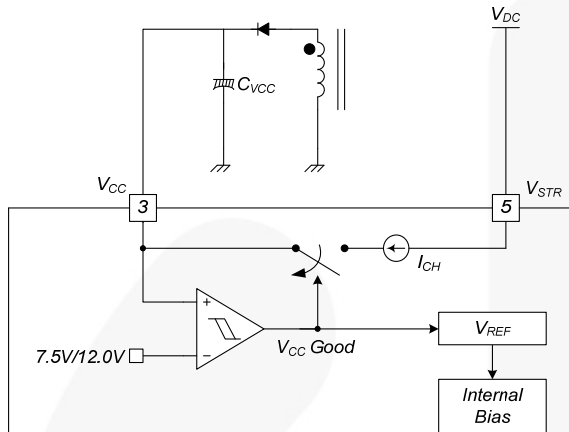

图 18. 启动框图
**1. 启动：**在启动期间，内部高压电流源提供内部偏压并为连接至  $V_{CC}$  引脚的外部电容器 ( $C_{VCC}$ ) 充电，如图 18. 所示。当  $V_{CC}$  达到 12 V 时，FSL117MRIN 开始开关过程，并且内部高压电流源被禁用。除非  $V_{CC}$  低于停止电压 7.5V，正常的开关操作持续进行，电源由变压器辅助绕组提供。